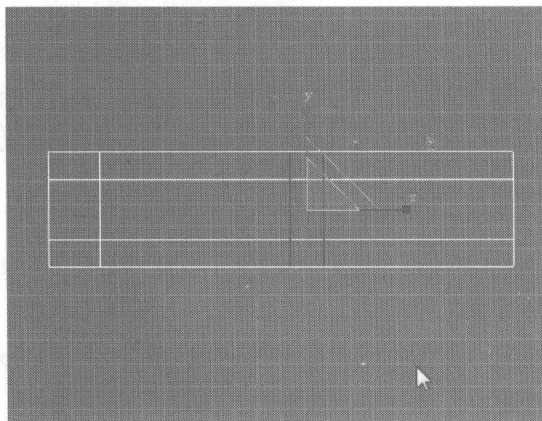
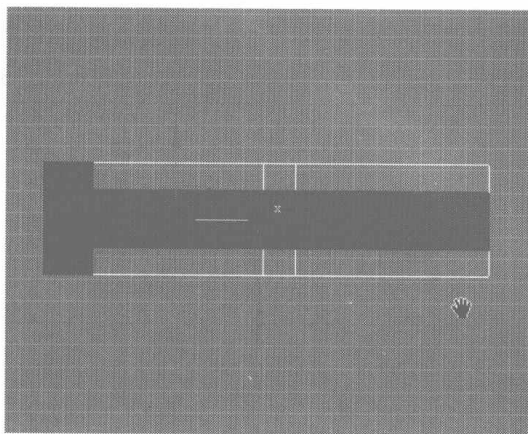
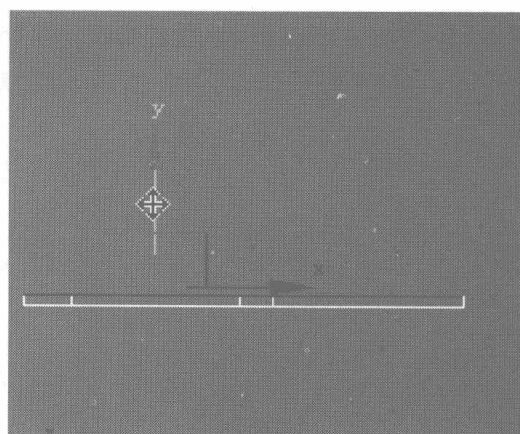

图 6.428
图 6.429
图 6.430
- 49 在 Top 视图中继续添加如图 6.428 所示的细分线, 切换为面编辑, 选择如图 6.429 所示的面, 在 Edit Polygons 卷展栏中单击 **Extrude** 右侧的小按钮, 在弹出的对话框中设置挤压参数, 然后在 Front 视图中沿 Y 轴调整其厚度, 如图 6.430 所示。